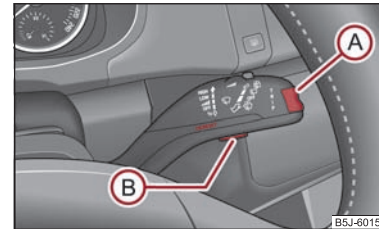

Abb. 19 Multifunktionsanzeige: Bedienelemente
- Drücken Sie die Taste \textcircled{B} \Rightarrow Abb. 19. Im Informationsdisplay* wird angezeigt **Speed warning 50 km/h (Warnung bei 50 km/h)**. Diesen Wert können Sie mit Hilfe der Taste \textcircled{A} auf einen höheren bzw. niedrigeren Wert anpassen.
Wenn Sie jetzt die eingestellte Geschwindigkeit überschreiten, wird auf dem Display angezeigt **Speed 50 km/h exceeded (Geschwindigkeit 50 km/h überschritten)**. Dieser Text wird so lange angezeigt, bis Sie die Geschwindigkeit unter den eingestellten Limit senken oder den angezeigten Text mit der Taste (B) ⇒ Seite 21, Abb. 19 ausschalten.